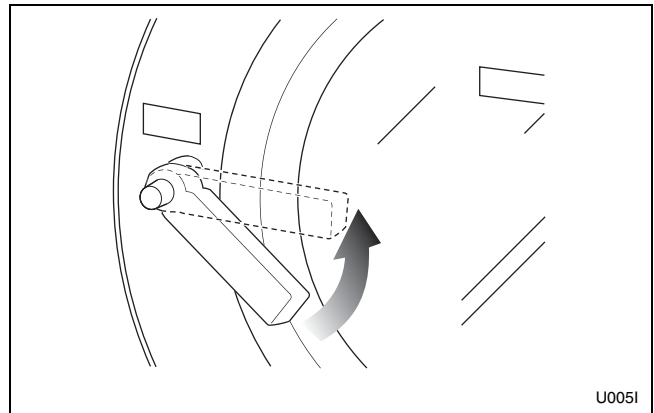

Figura 38
4. Cierre la puerta y gire la palanca hacia la izquierda hasta que salte el botón. Consulte la *Figura 38*.